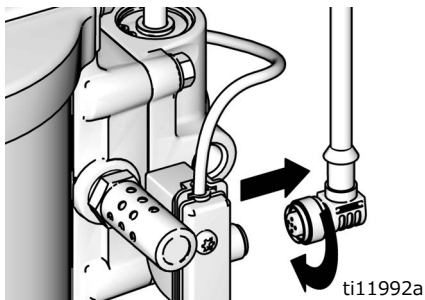

図 18: DataTrak の接続を外す
1. リードスイッチアセンブリの背面からケーブルのネジを外します。図 18 を参照してください。